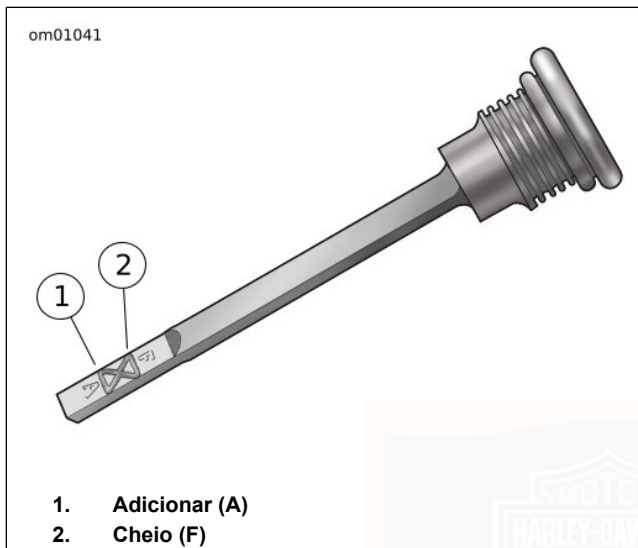

Figura 57. Nível do lubrificante, vareta de nível do óleo da caixa de velocidades
4. Ver Figura 57. Remover a vareta de nível. Verificar o nível do lubrificante na vareta.